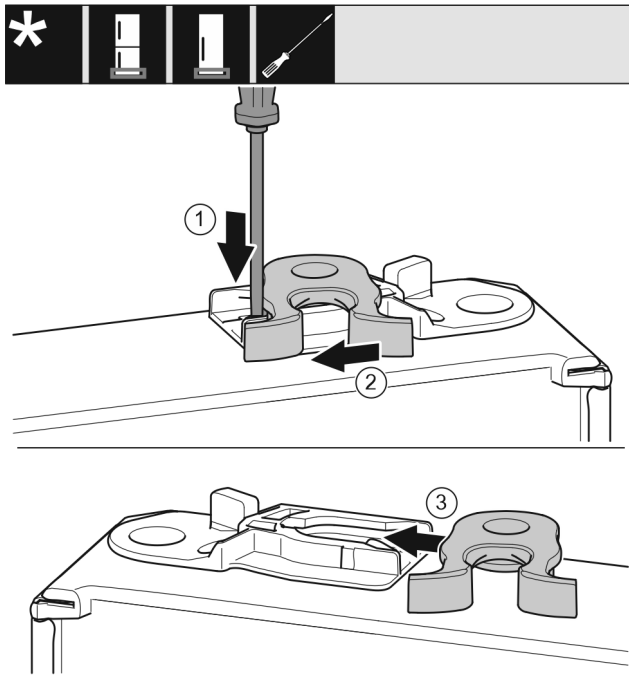

Fig. 18
- Shtypni për poshtë gjuhëzën Fig. 18 (1) me një kaçavidë me kokë petë.
- Nxirrni jashtë nga foleja udhëzuese grepat e mbylljes Fig. 18 (2).
- Futni grepat e mbylljes Fig. 18 (3) në fole të udhëzuese në anën tjetër.